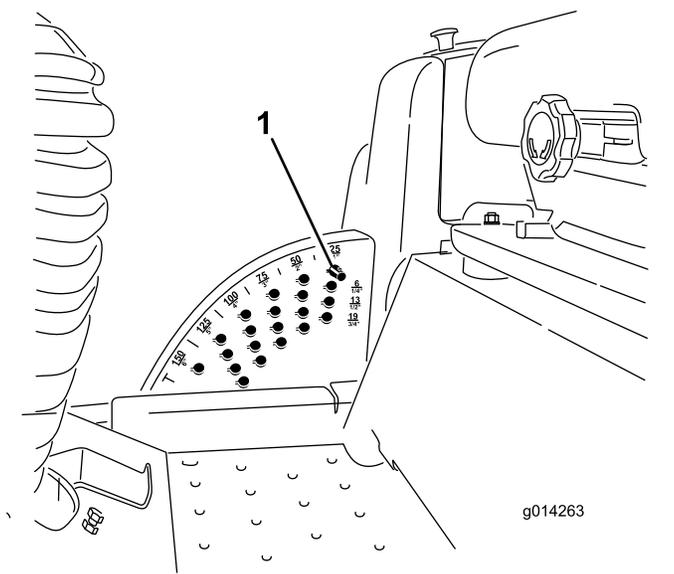

Figura 25
1. Con el motor en marcha, presione hacia atrás el interruptor de elevación de la carcasa hasta que la carcasa de corte esté elevada del todo y **suelte el interruptor inmediatamente**, según se muestra en Figura 25.
2. Gire el pasador de altura de corte hasta que el nervio quede alineado con las ranuras de los taladros del soporte de altura de corte, y retire el pasador (Figura 25).
3. Seleccione un taladro del soporte de altura de corte que corresponda a la altura de corte deseada, inserte el pasador y gírelo para bloquearlo en esa posición (Figura 25).
Nota: Hay cuatro filas de taladros (Figura 25). La fila superior corresponde a la altura de corte impresa encima del pasador. La segunda fila corresponde a la altura impresa más 6 mm (1/4"). La tercera fila corresponde a la altura impresa más 12 mm (1/2"). La fila inferior corresponde a la altura impresa más 18 mm (3/4"). Para la posición de 15.8 cm (6") hay un solo taladro, situado en la segunda fila. Esta posición no añade 6 mm (1/4") a la altura de 15.8 cm (6").